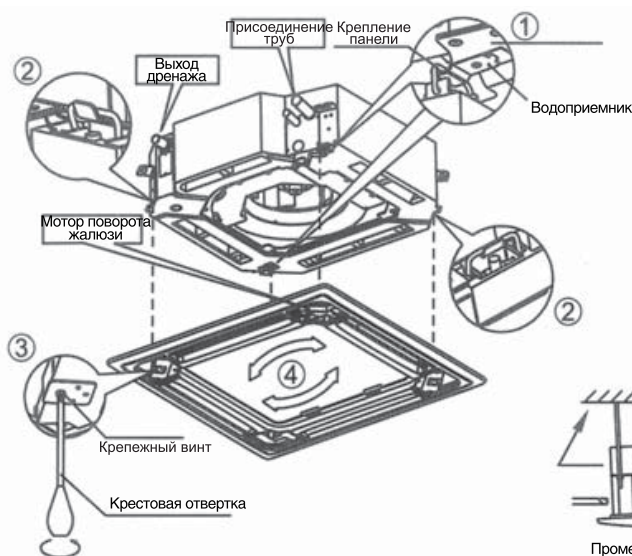

рис. 9
Зафиксируйте два диагональных крепежных кронштейна панели на соответствующие крепления корпуса (рис. 9 (1)). Затем подвесьте там два других крепежных кронштейна на соответствующие крепления корпуса (рис. 9 (2)).
Слегка отрегулируйте панель в направлении, показанном стрелкой на рис. 9(4), чтобы центр панели совпал с центром отверстия в потолке. Проверьте, надежно ли зафиксированы крепежные кронштейны по четырем углам.